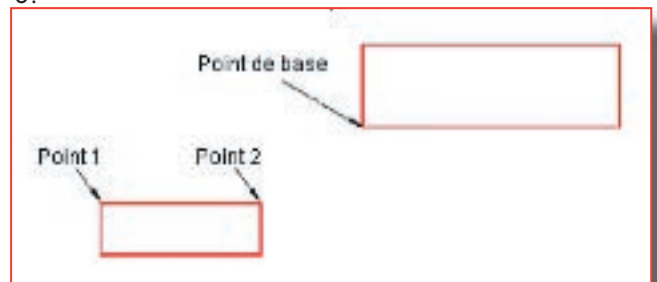

Figure 3 : définition de la longueur de référence.
4. A l'invite de commande Spécifiez la longueur de référence <1>, utilisez l'accrochage aux objets sur l'extrémité pour sélectionner le point 1, puis le point 2 du rectangle du bas, comme le montre la Figure 3.